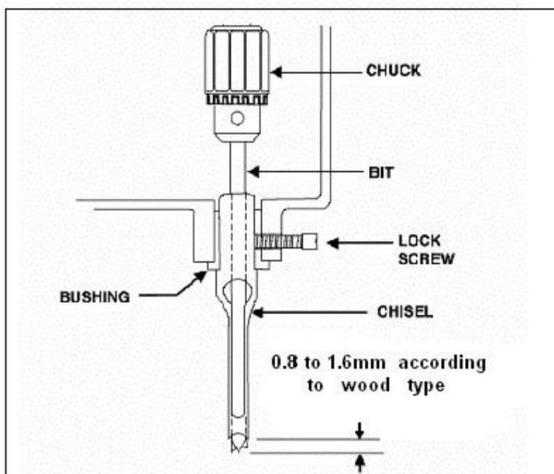

Fig. 12
1. Desserrez la vis de verrouillage, comme indiqué sur la figure 12.